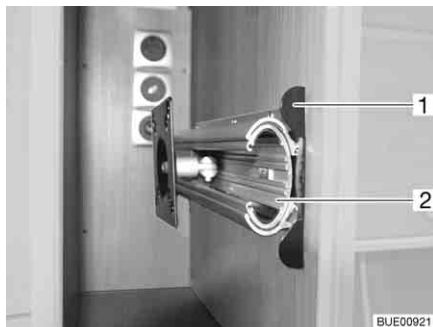

Bild 44 Fäste i TV-skåp
- Tryck in låslisten (Bild 44,1).
- Drag ut utdragsanordningen (Bild 44,2) till stoppläget.
- Skjut in utdragsanordningen (Bild 44,2), tills låslisten (Bild 44,1) hakar i.